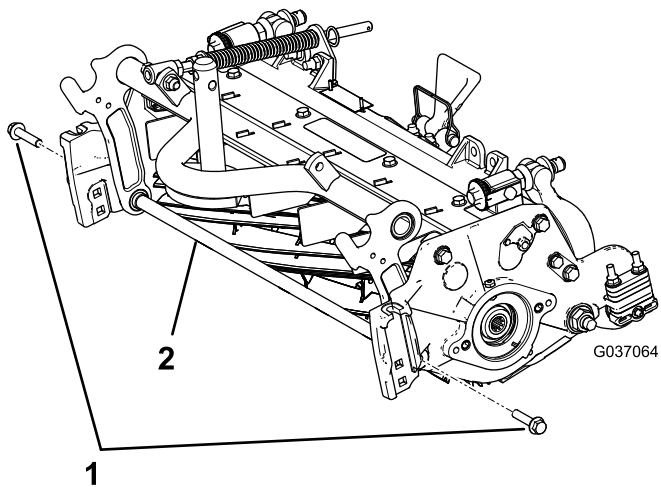

Figura 5
- A. Retire os dois parafusos de cabeça flangeada que prendem a barra de suporte e retire a barra (Figura 5).